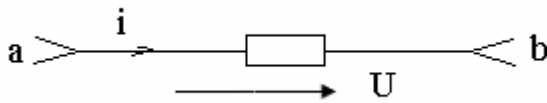

Рис. 56
30. В ветви ab (рис. 56) напряжение $U=100\sin(314t+\pi/6)$ В, ток $i=5\sin(314t+\pi/12)$ А. Определить период, частоту и сдвиг фаз напряжения и тока.